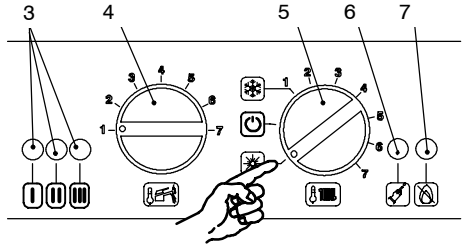
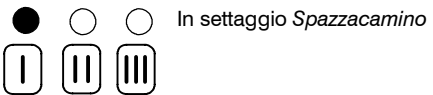
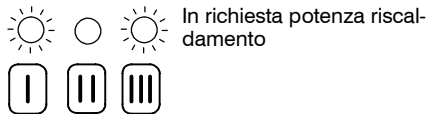

fig. 9.7
fig. 9.8
fig. 9.9
- 1 Alimentate elettricamente la caldaia azionando l'interruttore bipolare previsto nella installazione; la lampada di segnalazione 3 in fig. 9.7 lampeggia ogni 4 secondi.
- 2 Posizionare il selettore 5 come indicato in fig. 9.7; la lampada di segnalazione 3 lampeggia ad intermittenza circa ogni 2 secondi.
- 5 Tenere premuto il pulsante di ripristino 6 in fig. 9.7 per circa 10 secondi, la lampada di blocco 7 in fig. 9.7 inizierà a lampeggiare.
- 6 Per settare la funzione *Spazzacamino* le spie di segnalazione 3 in fig. 9.7 devono essere visualizzate come in fig. 9.8 (leggenda spie fig. 9.5)
- 7 Ripremere il pulsante di ripristino 6 in fig. 9.7 per circa 5 secondi, la lampada di blocco 7 in fig. 9.7 si spegne, mentre le spie di segnalazione 3 in fig. 9.7 lampeggiano in maniera richiesta potenza riscaldamento fig. 9.9